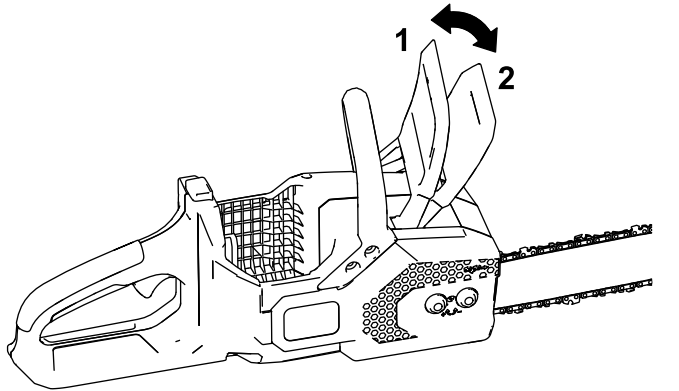

Figura 25
1. Engate o travão da corrente movendo-o para a frente para a posição PARAR (Figura 25).
4. Desengate o travão da corrente movendo-o para trás para a posição FUNCIONAMENTO (Figura 25).
4. Certifique-se de que o travão da corrente está na posição FUNCIONAMENTO (Figura 25).